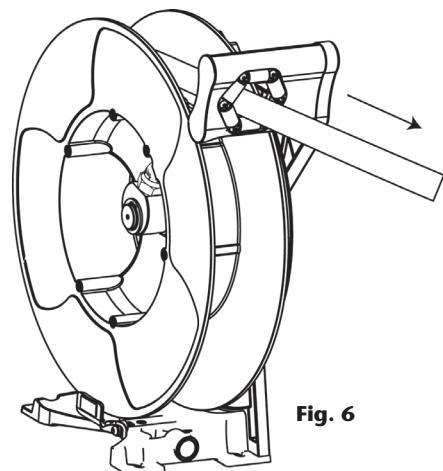

Fig. 6
**1.** Rollen Sie den Schlauch komplett ab und rasten Sie die Trommel ein (Fig. 6).